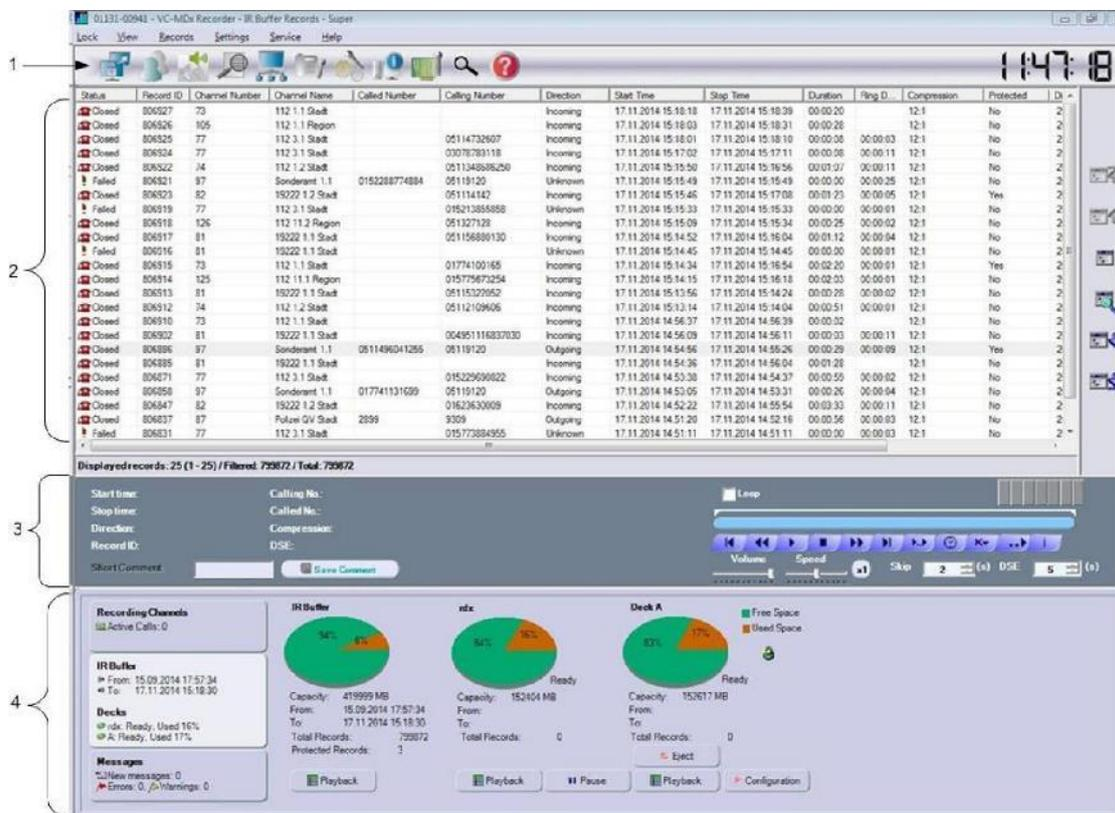

Figure 3- 1 : Recorder 主選單的標準畫面
- VC-MDx 錄音機和用戶端的 GUI 有多種語言版本，包括英語、德語、法語、西班牙語，塞爾維亞語和阿拉伯語，主選單的標準畫面如 Figure 3- 1。